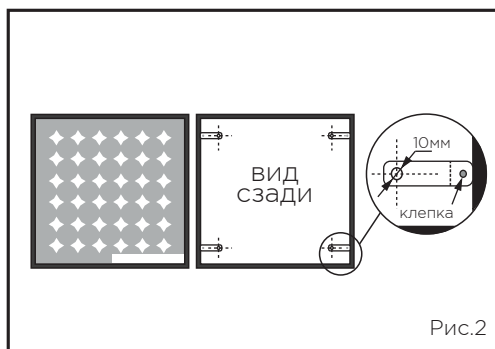

Рис.2
- вытащить с пазов корпуса светильника стекло (на рис.2 для наглядности снято);